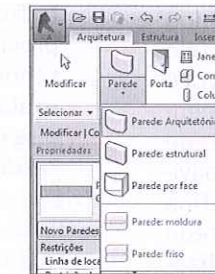

Figura 5.2 – Seleção da ferramenta Parede.
1. Na aba **Arquitetura > Parede**, abre-se uma caixa com a opção **Parede: Arquitetônica** (Figura 5.2).